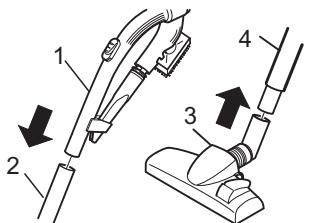
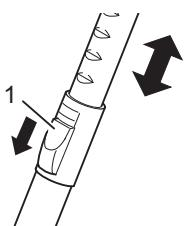

Abbildung 3
Abbildung 4
2. Stecken Sie den Handgriff (Abb. 3/1) in das obere Ende des Teleskoprohrs (Abb. 3/2).
3. Stecken Sie die Bodendüse (Abb. 3/3) auf das untere Ende des Teleskoprohrs (Abb. 3/4).
4. Stellen Sie die Länge des Teleskoprohrs ein. Drücken Sie dazu die Teleskoprohr-Arretierung (Abb. 4/1) nach unten. Ziehen Sie dann das Teleskoprohr am Handgriff (Abb. 3/1) auf die gewünschte Länge. Zum Verriegeln, lassen Sie die Teleskoprohr-Arretierung beim Ziehen los. Sie hören ein deutliches Klicken.